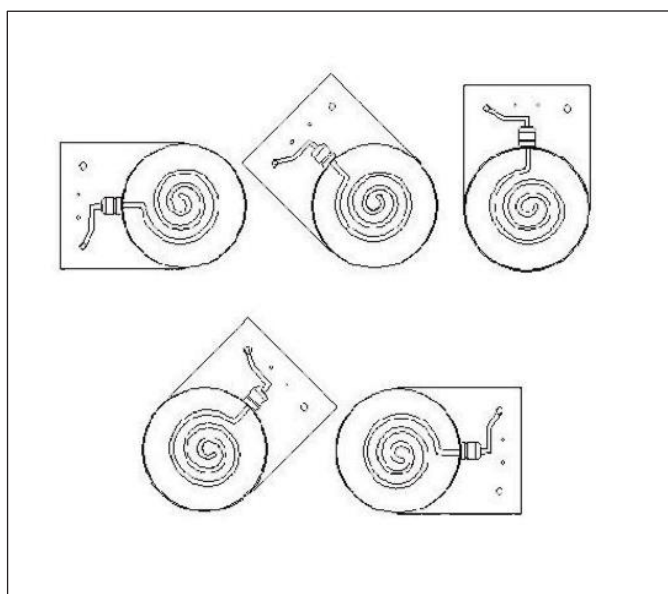

fig. 3
3.8 COLLEGAMENTO E MONTAGGIO RISCALDATORE (BE)
- Il riscaldatore può essere installato sia orizzontalmente che verticalmente; nel caso di riscaldatore elettrico installato orizzontalmente, la scatola elettrica deve rispettare una delle posizioni di montaggio mostrate in fig. 3.
3.8 (BE) HEATER MOUNTING & CONNECTION
- the heater can be installed both horizontally and vertically; in case of horizontal electric heater, the electric box must be placed according to one of the positions shown on fig. 3.